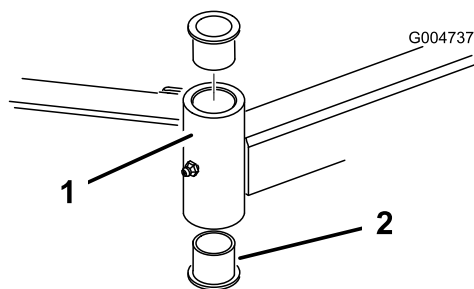

Figure 24
- Insérez un chasse-goupille dans le haut ou le bas du tube de montage et chassez la bague hors du tube (Figure 24). Chassez ensuite l'autre bague. Nettoyez l'intérieur des tubes de montage.